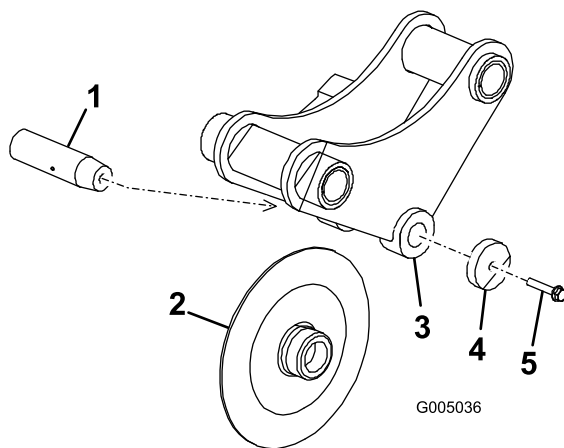

Figura 15
1. Estraete la vite del perno del vomere di circa 1,3 cm, quindi colpitelo ripetutamente con un martello per allentare il perno (Figura 15).
2. Estraete completamente la vite del perno del vomere, la rondella, il vomere e il perno del vomere (Figura 15).
3. Inserite il vomere nuovo nell'apposita staffa (Figura 15).
4. Inserite il perno del vomere facendolo passare attraverso la staffa e il vomere stesso, quindi fissatelo con l'apposita vite e la rondella (Figura 15).